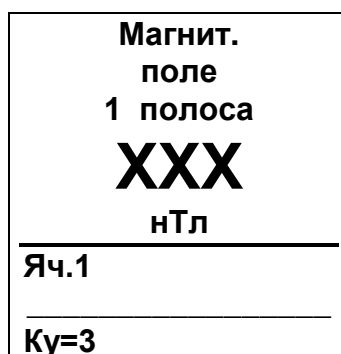

Рисунок 3
8.1.4 Включите измеритель, нажав кнопку **ⓘ**. После включения на экране измерителя отображается результат измерения (рисунок 3), где знаком XXX обозначено индицируемое значение поля